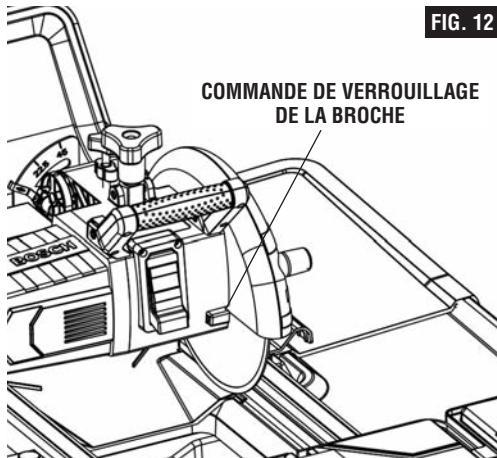
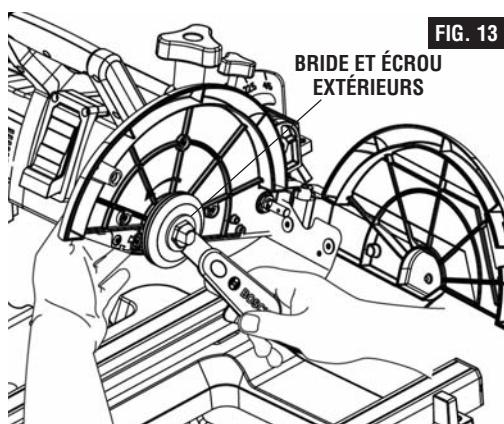

FIG. 12
FIG. 13
2. Pour desserrer la lame, appuyez sur la commande de verrouillage de la broche d'une main (Fig. 12), et, de l'autre main, utilisez la clé à écrou (fournie) pour faire tourner l'écrou de l'arbre dans le sens contraire des aiguilles d'une montre (Fig. 13).
3. Retirez l'écrou extérieur et la bride extérieure. Retirez l'ancienne lame. Laissez la bride intérieure sur l'arbre de la lame (Fig. 13 et 14).